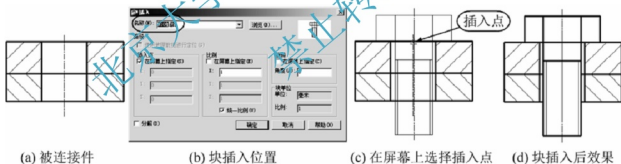

图 7-5 插入块过程
将已创建的“M10 螺栓”图块插入到图 7-5(a)所示的两连接板的孔中，最后结果要求如图 7-5(d)所示。
- (1) 执行 INSERT 命令，打开【插入】对话框(图 7-5(b))。
- (2) 单击【名称】右侧的下拉列表，选择“M10 螺栓”图块。
- (3) 勾选插入点【在屏幕上选定】、【统一比例】单选框，设置【X】=1，按【确定】按钮。
- (4) 系统返回绘图界面，指定插入点，如图 7-5(c)所示，为拾取插入点过程，定点后结束命令，对多余图线进行修剪，结果如图 7-5(d)所示。